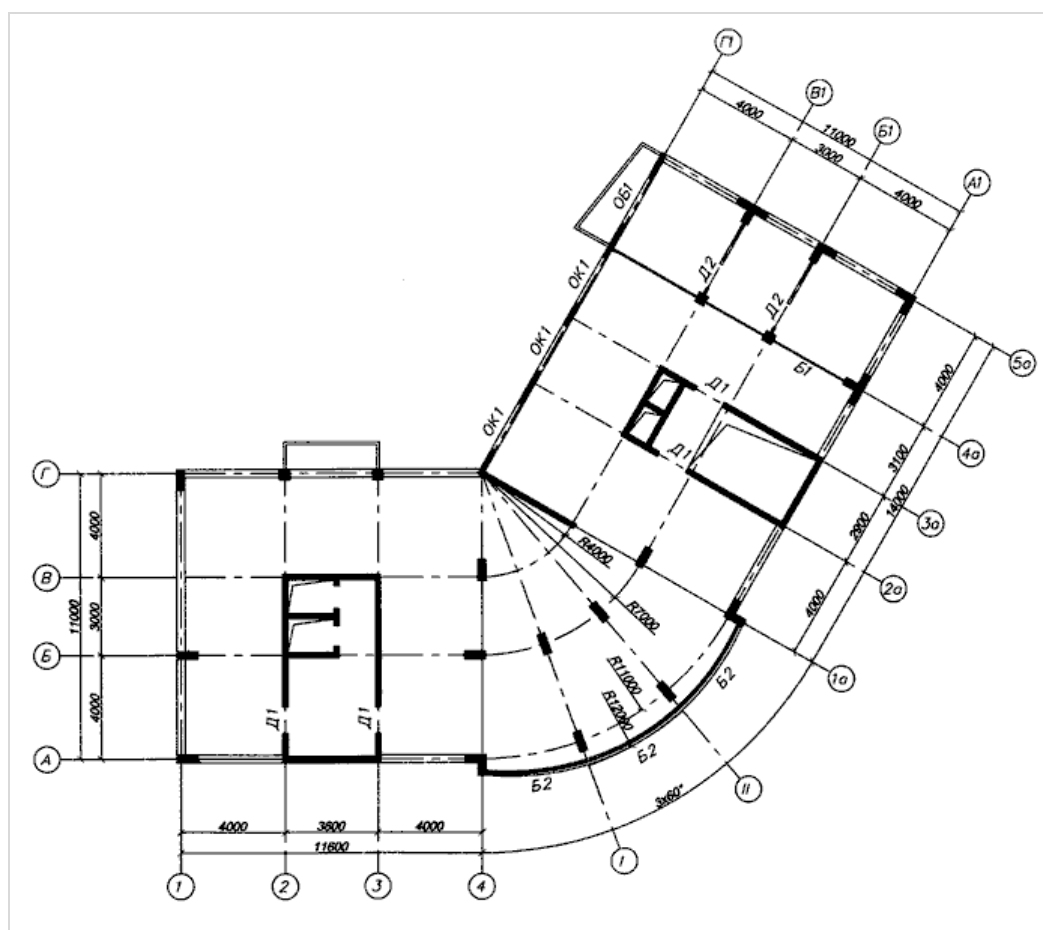
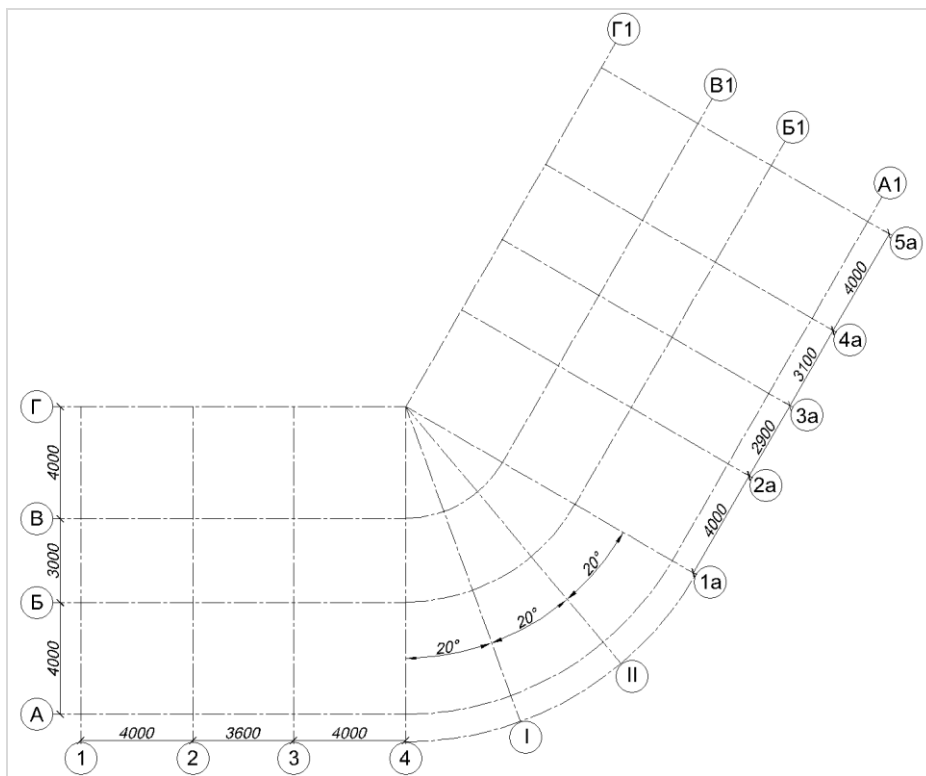

Рис. 12.а. План типового этажа
Рис.12.2.4. Схема расположения осей
План типового этажа и подвала показаны на рис. 12.а, 12.б.
- Выделите вертикальную линию (ось 1) и произведите её копирование вдоль оси **X** в соответствии с планом типового этажа (рис.12.а). Первый пролёт 4000мм, второй пролёт 3600мм, третий пролёт 4000мм.
- Выделите горизонтальную линию (ось А) и произведите её копирование вдоль оси **Y** в соответствии с планом типового этажа (рис.12.а). Первый пролёт 4000мм, второй пролёт 3000мм, третий пролёт 4000мм.
- Выделите правую крайнюю повернутую линии (ось 1а) и произведите её копирование вдоль оси **(-) Y** в соответствии с планом типового этажа (рис.12.а). Первый пролёт 4000мм, второй пролёт 2900мм, третий пролёт 3100мм, четвёртый 4000мм.
- Выделите только что созданную линии (ось Г1) и произведите её копирование вдоль оси (-) X в соответствии с планом типового этажа (рис.12.а). Первый пролёт 4000мм, второй пролёт 3000мм, третий пролёт 4000мм.
- С помощью меню **Рисование** ⇒ **Круг** ⇒ **Цент, радиус** (кнопка  на панели инструментов), в соответствии с планом типового этажа (рис.12.а) создайте 4 радиальные оси, центр которых является пересечение осей 4 и Г (R1=4000мм, R2=7000мм, R3=11000мм, R4=12000мм).
- Подкорректируйте оси до вида который представлен на (рис.12.а) и для удобства образмерьте их (рис.12.2.4).
- Щелкните по кнопке  на панели инструментов **Layers Monomakh**. Последующие щелчки мыши произведите в узлы пересечения осей, в которых в соответствии с (рис.12.а) расположены клоны:
➤ Только что созданный пилон скопируйте (в соответствии с рис.12.а) в узел пересечения осей 1 и Б.